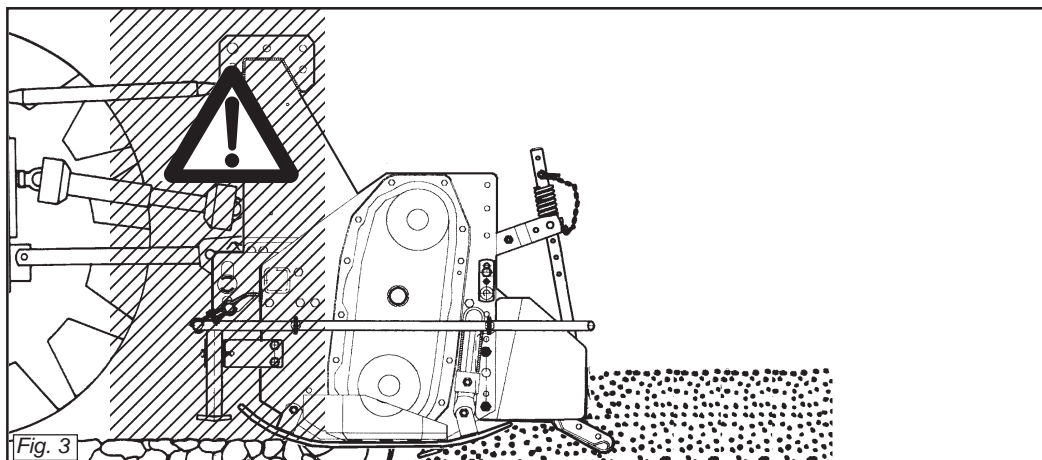

Fig. 3
- 25)** È assolutamente vietato interporre tra il trattore e la macchina (Fig. 3) con motore acceso e cardano inserito nonché senza aver azionato il freno di stazionamento ed aver inserito, sotto le ruote, un ceppo o un sasso di bloccaggio. Mantenersi ad una distanza di sicurezza dalla macchina in lavoro, per possibili lanci di corpi contundenti.
- 25)** *It is absolutely forbidden to stand between the tractor and the machine (Fig. 3) when the engine is running and the cardan shaft is engaged without having first engaged the hand brake and placed a block or stone under the wheels to prevent them from moving.*
- 25)** Es ist absolut verboten, bei laufendem Motor und eingeschalteter Gelenkwelle zwischen den Schlepper und das Gerät zu treten (Abb. 3). Dazu muß die Feststellbremse gezogen werden und unter die Räder ein Bremskeil oder ein großer Stein gelegt worden sein. Achten Sie bei der Arbeit mit der Maschine auf den nötigen Sicherheitsabstand aufgrund der Auswurfgefahr stumpfer Gegenstände.
- 25)** *Il est absolument interdit de se mettre entre le tracteur et l'appareil (Fig. 3) quand le moteur est en marche et le cardan enclenché, sans avoir tiré le frein de stationnement et bloqué les roues avec une cale ou un caillou. Se tenir à une distance de sécurité du machine en fonctionnement, à cause du lancement possible d'objets contondants.*
- 25)** Está terminantemente prohibido colocarse entre el tractor y el equipo (Fig. 3) con motor encendido y cardán inserido, o sin haber accionado el freno de estacionamiento y de colocar, debajo de las ruedas, una piedra u otro elemento de bloqueo. Manténgase a una distancia de seguridad de la máquina durante el trabajo, porque puede proyectar objetos.
- 29) È assolutamente vietato interporre fra il trattore e l'attacco della macchina per manovrare il comando dall'esterno per il sollevamento (Fig. 3).
- 29) *It is absolutely forbidden to stand between the tractor and the implement when manoeuvring the lift control from the outside (Fig. 3).*
- 29) Es ist absolut verboten, zwischen den Schlepper und den Anschluß zu treten, um die Aushebung von außen zu betätigen (Abb. 3).
- 29) *Il est absolument interdit de se mettre entre le tracteur et l'attelage pour manoeuvrer la commande de relevage de l'extérieur (Fig. 3).*
- 29) Está absolutamente prohibido colocarse entre el tractor y el enganche para maniobrar el mando desde el externo en la fase de elevación (Fig. 3).